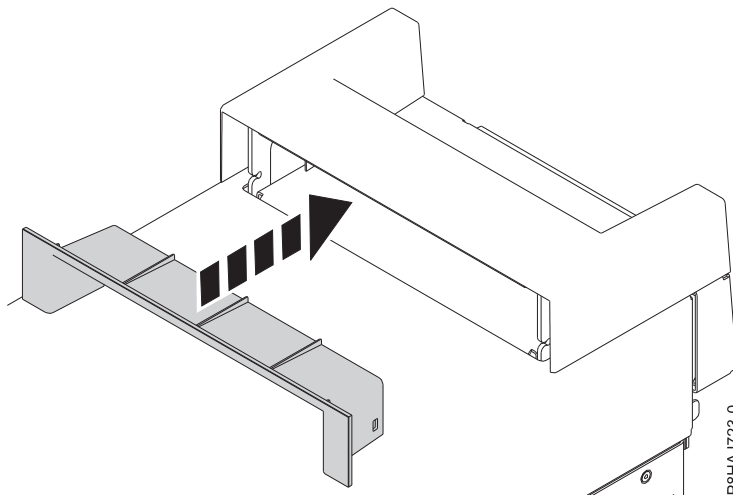

Abbildung 60. Einsetzen des Elements innerhalb der Griffabdeckung bei einem Standalone-System vom Typ 8286-41A
2. Setzen Sie das Element innerhalb der Griffabdeckung ein, indem Sie es fest in die Griffabdeckung drücken (siehe Abb. 60).